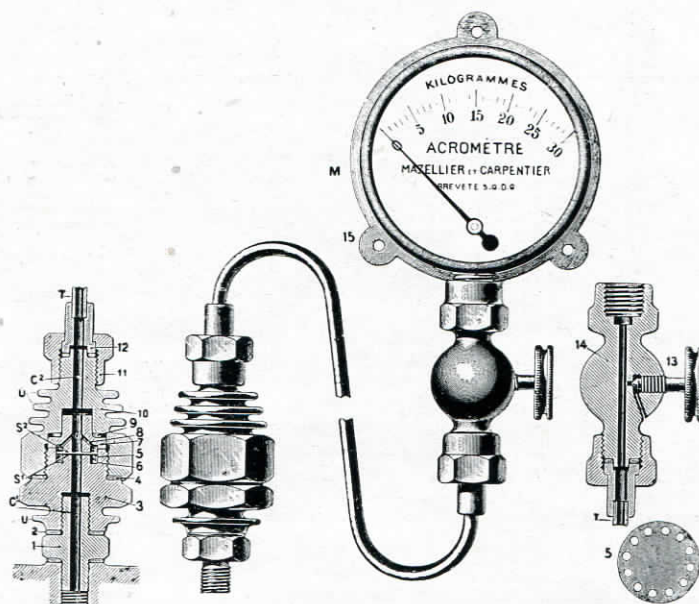

FIG. 60.
**Acromètre Mazellier-Carpentier** (Fascicule 37 A) permettant de mesurer les maxima des pressions dans les cylindres des moteurs à explosion (pression d'explosion, compression, dépression) (*figure 60*).